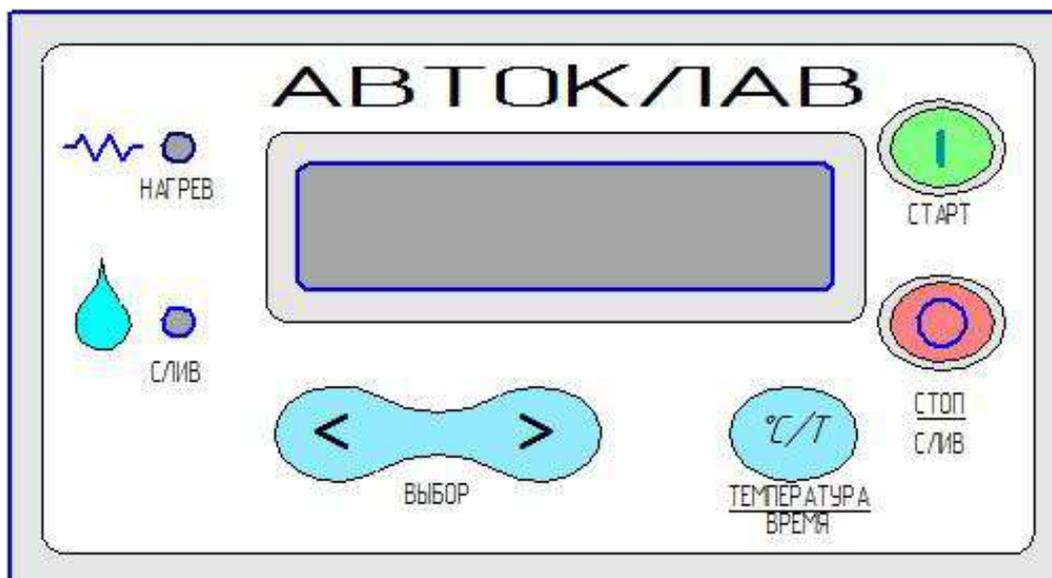

Рисунок 4 - Лицевая панель ЭБУ
3.2. ЭБУ состоит из микропроцессорного блока с цифровой индикацией. На лицевой панели (рис.4) находятся органы управления и индикации.
ЭБУ подключится к электроэнергии и перейдёт в режим выбора продукта (на дисплее выводится меню наименования продуктов, курсором указан выбранный продукт (рис.4). Автоклав запоминает параметры последней стерилизации (дистилляции).
- ЭБУ подключится к электроэнергии и перейдет в режим выбора продукта (на дисплее выводится меню наименования продуктов, курсором указан выбранный продукт (рис.4);
- на верхнем цифровом табло высвечивается температура и время режима работы (стерилизация или дистилляция), выполнявшегося до этого, например, стерилизация мяса – температура 115°C, время 40 мин (рис. 4).